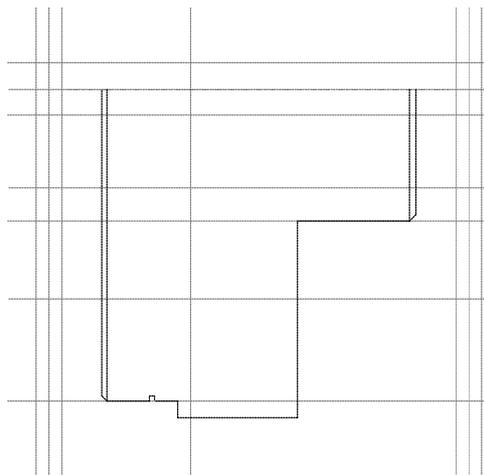

Abbildung 4.23: Hilfsgeometrie zum Schnitt A-A
9. Erstellen der Hilfsgeometrie (Abbildung 4.23) über **[HILFSGEO]? Parll:**